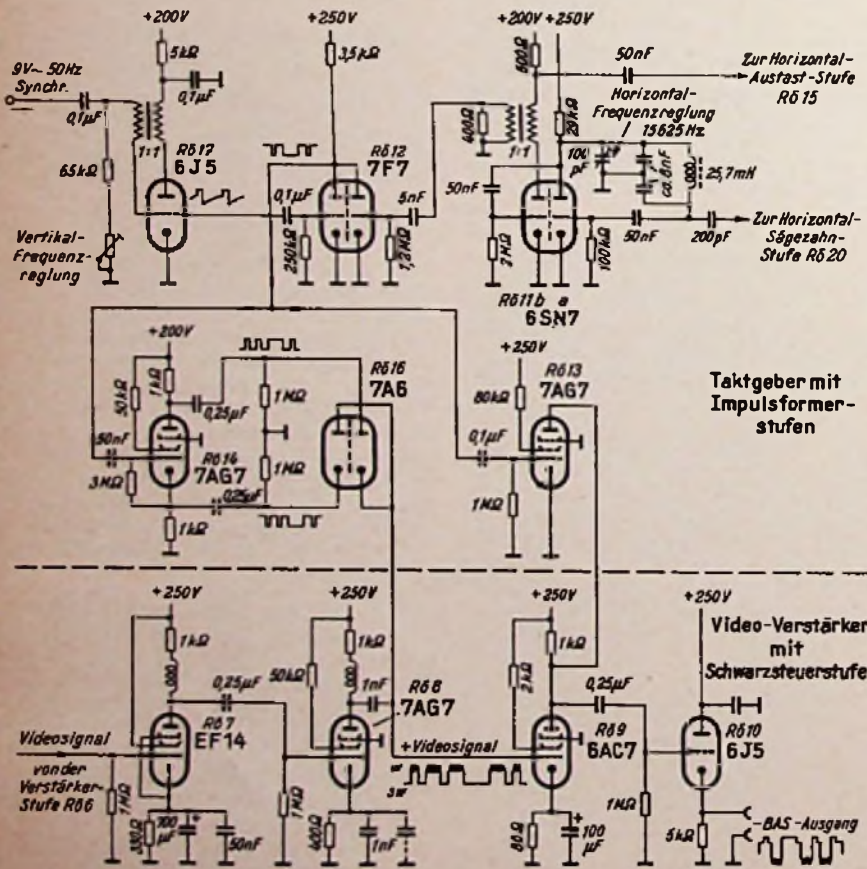

Bild 4. Der Taktgeber
**Der Bildverstärker (Bild 4 unten)**